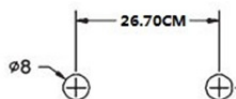

Fig. 1
3. Bohren Sie zwei Löcher mit den Abmessungen der Expansionsrohre $\varnothing$ - 8 mm - in die Wand (siehe Abbildung 1) D= 267 mm